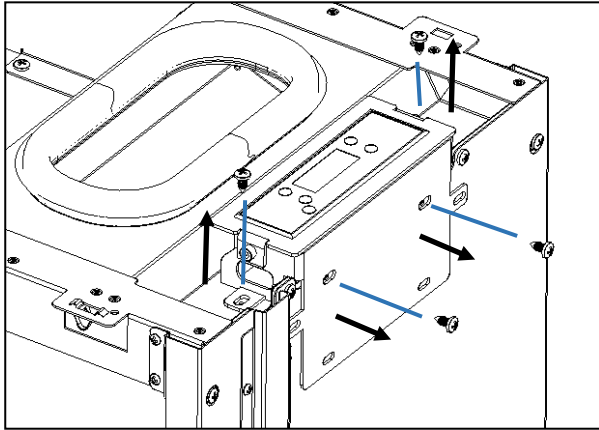

Figura 50 - Extracción de la pantalla del equipo
a) Antes de ensamblar las envolventes, debe quitar la pantalla de equipo, soporte desenroscando los cuatro tornillos que se muestra en la Figura 50.